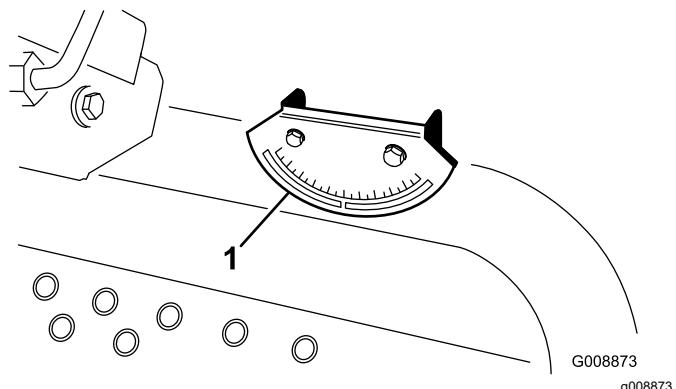

Figura 7
4. Compruebe el indicador de pendiente montado sobre el tubo de la dirección de la máquina (Figura 7).